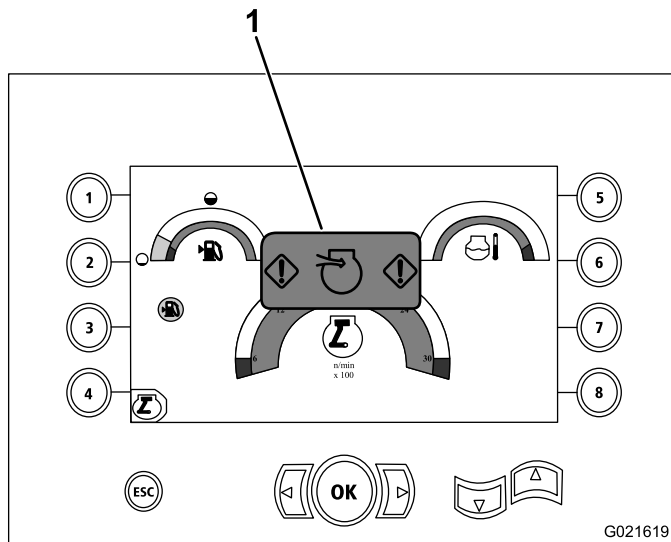

Bild 115
2. Prüfen Sie die Bildschirmanzeige für einen verstopften Luftfilter, siehe Bild 115.